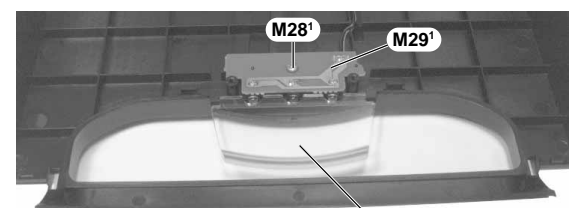

Fig. 9
- Schraube **M28¹** der CD-Beleuchtungsplatte **M29¹** heraus-schrauben (Fig. 9).
- Die Leiterplatte **M29¹** und der Lichtleiter **M30¹** können aus dem Gehäuseoberteil M32¹ herausgenommen werden (Fig. 9).
- Undo screw **M28¹** on the CD-LED circuit board **M29¹** (Fig. 9).
- Circuit board **M29¹** and fiber-optic light guide **M30¹** can be taken out from the cabinet top M32¹ (Fig. 9).